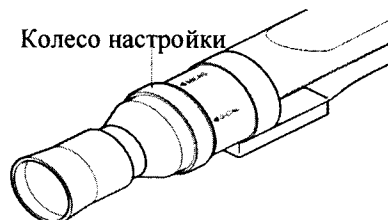

Рисунок 11
8.2.2.1 Выполнить калибровку нуля. Для этого поверните колесо настройки на измерительном датчике прибора в положение «0-CAL» (рисунок 11). Не направляйте измерительный датчик на источник светового излучения высокой интенсивности.